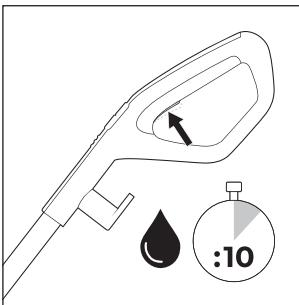
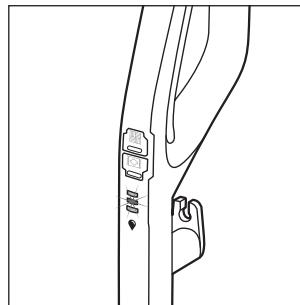

Abb. 18
Abb. 19
- ♦ Halten Sie vor jedem Gebrauch den Schalter Reinigungslösung 15 für ca. 10 Sekunden gedrückt, um die Bürstenrolle 6 mit Reinigungslösung betriebsbereit zu machen (siehe Abb. 18). Die Anzeige Reinigungslösung 12 blinkt abwechselnd blau auf, wenn der Schalter Reinigungslösung 15 gedrückt gehalten wird (s. Abb. 19).